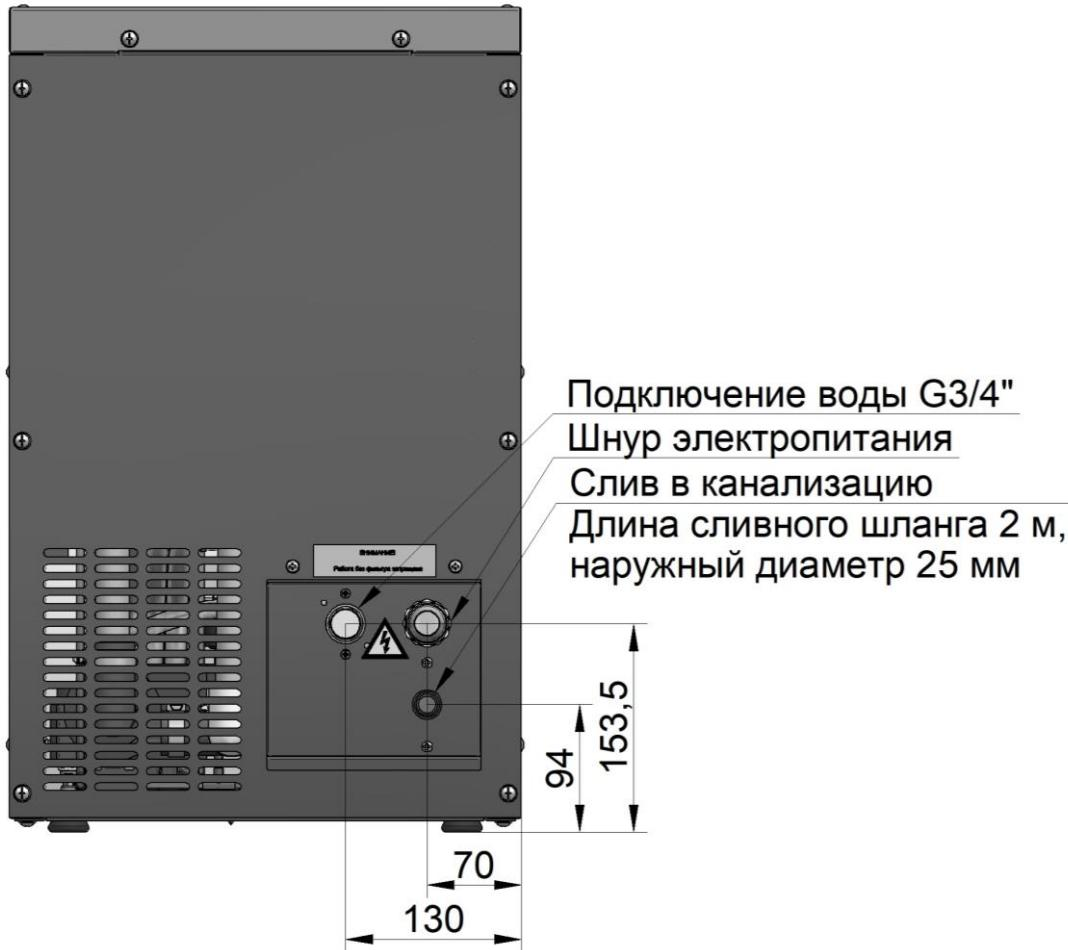

Рис. 5 Схема подключения льдогенератора
- подключить изделие к системе водоснабжения. Льдогенератор подключается к системе водоснабжения через штуцер с резьбой G 3/4" (рис. 5). Подсоединение шлангов подачи воды должно проводиться через краны для экстренного прекращения подачи воды на охлаждение конденсатора и испаритель в случае необходимости.
- подключить изделие к системе канализации (наружный диаметр сливного шланга, поставляемого с льдогенератором равен 25 мм) (рис. 5). Убедиться, что сливной шланг находится ниже, чем выход на задней панели, чтобы вода могла стекать. Сливной шланг зафиксировать хомутом из комплекта поставки.